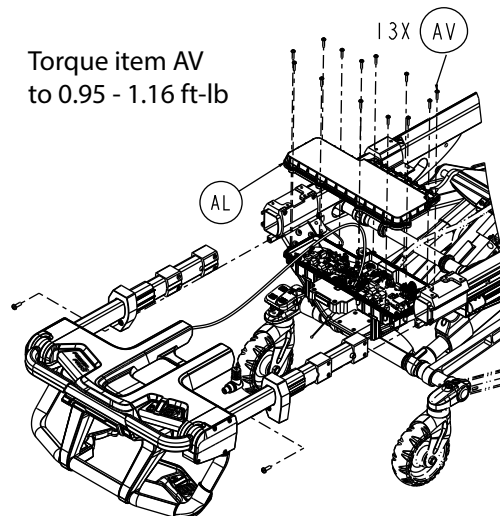

Figure 78 – Retirer les vis du boîtier FEIB
9. À l'aide d'une clé Torx T20, retirer les treize vis de taraudage à tête ronde à embase (AV) qui fixent le boîtier supérieur FEIB (AL) au boîtier inférieur FEIB (Figure 78). Conserver les vis.